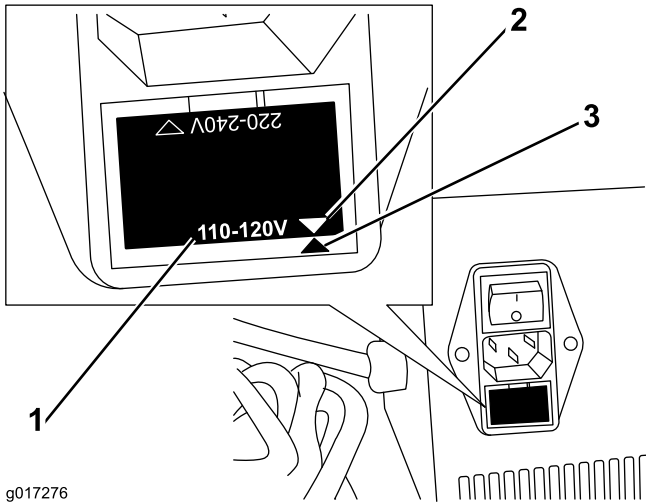

图1
1. 检查电源线插座下方保险丝托盘的方向，确定充电器的当前电压设置是否设定为与您将用于提供电源的插座相同的额定电压（图1）。
注意：图1 显示的是 110 - 120V 电源的设置。
3. 翻转保险丝托盘，使保险丝托盘的电压与其支架上的参考标记对齐（图1）。